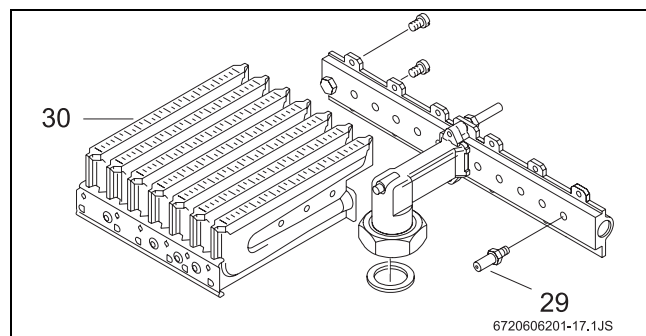

Fig. 22
- ▶ Smontare entrambe le rampe degli ugelli (→Fig. 22, pos. 30) e sostituire gli ugelli (→Fig. 22, pos. 29).